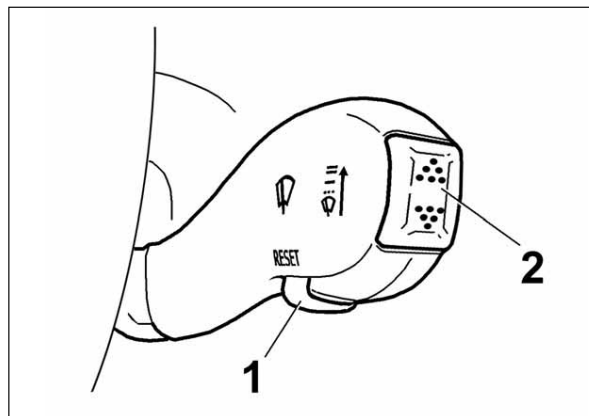

Рис. 31. Клавиши подрулевого переключателя
- кнопка «**Reset**» 1 (рис. 31);